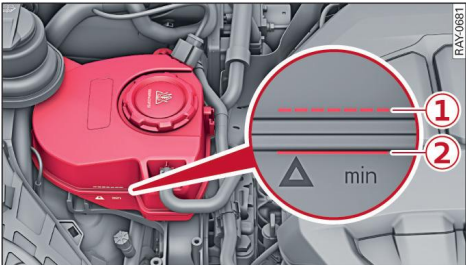

Fig. 179 Compartimento del motor: Depósito de expansión del líquido refrigerante para motor de combustión
- ▶ Compruebe el nivel del líquido refrigerante en el depósito de expansión del motor de combustión mediante las marcas exteriores **1** / **2** ⇒ *fig. 179*. Con el motor frío, el nivel del líquido refrigerante debe estar entre las marcas **1** / **2**. Estando el motor caliente, el nivel también ▶
- Desenrosque el tapón ⇒ *fig. 179* cuidadosamente hacia la izquierda ⇒ .
- Reponga líquido refrigerante en la proporción correcta ⇒ *pág. 321* hasta la marca superior ② ⇒ *fig. 179*.